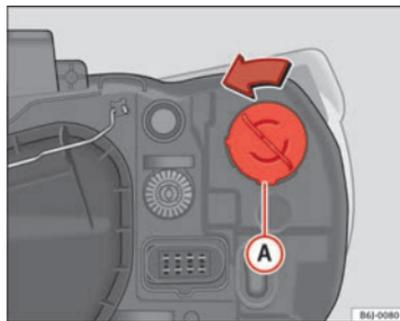

Fig. 146 Clignotant de projecteur simple
- Tournez le support d'ampoules ⇒ fig. 146 **A** vers la gauche puis tirez.